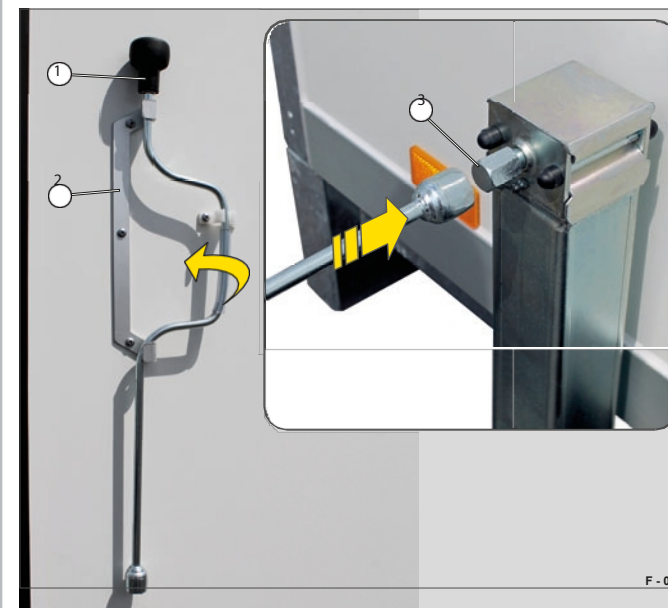

Fig. 13 Desmontagem da manivela
► Retire a manivela (Fig. 13/1) do suporte (Fig. 13/2) na porta interior do portal traseiro.